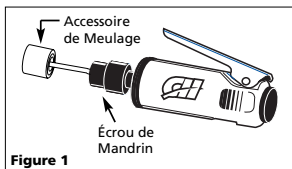

Figure 1
- Introduire la tige de l'accessoire de meulage dans l'ouverture du mandrin (Voir Figure 1). S'assurer que la tige soit complètement introduite.